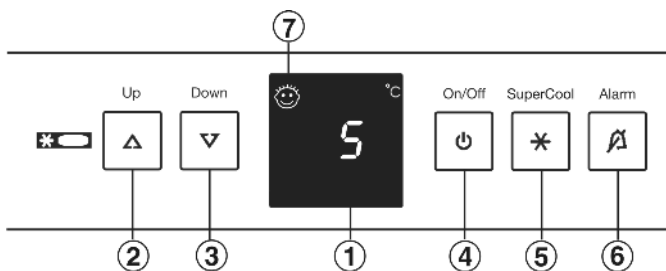

Fig. 2
- ▶ Appuyer sur la touche On/Off Fig. 2 (4).
- ▶ Activer le mode de réglage : appuyer env. 5 s. sur la touche SuperCool Fig. 2 (5).
- ▶ A l'aide de la touche de réglage Up Fig. 2 (2) et touche de réglage Down Fig. 2 (3), sélectionner η .
- ▶ Confirmer : appuyer brièvement sur la touche SuperCool Fig. 2 (5).
- ▶ Régler l'affichage plus clair : appuyer sur la touche de réglage Up Fig. 2 (2).
- ▶ Régler l'affichage plus foncé : appuyer sur la touche de réglage Down Fig. 2 (3).
- ▶ Confirmer : appuyer sur la touche SuperCool Fig. 2 (5).
- ▶ Désactiver le mode de réglage : appuyer sur la touche On/Off Fig. 2 (4).